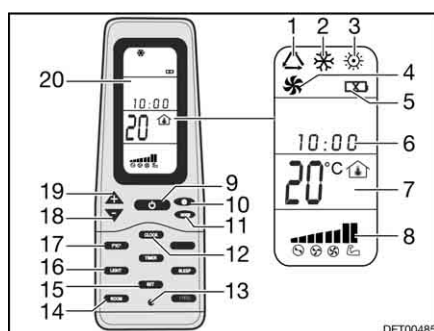

Fig. 136 Telecomando
- Premere il tasto ON/OFF (Fig. 136,9).
- Premere il tasto "Mode" (Fig. 136,11) spesso, finché la modalità desiderata (Fig. 136,1, 2, 3 o 4) viene visualizzata sul display (Fig. 136,20).
- Impostare la temperatura desiderata con i tasti "+" (Fig. 136,19) e "-" (Fig. 136,18).
- Con il tasto velocità dell'aria (Fig. 136,10) selezionare il livello desiderato per la ventola.